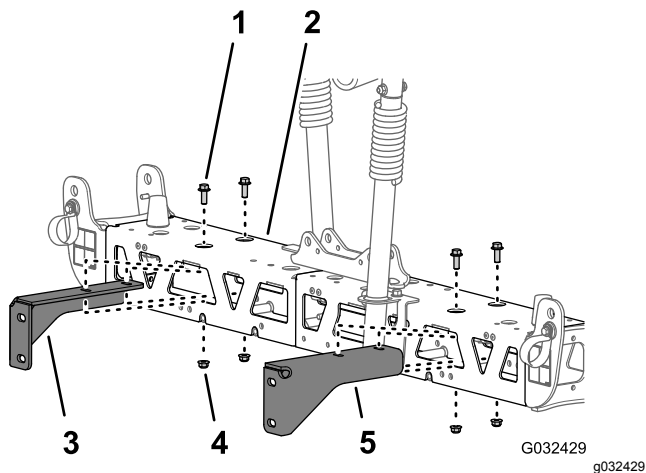

Figure 73
2. Retirez les 2 boulons à embase (3/8 x 1") et les 2 contre-écrous à embase (3/8") qui fixent le support à la section de rampe centrale, et déposez le support (Figure 73)
3. Retirez les 2 boulons à embase (3/8 x 1") et les 2 contre-écrous à embase (3/8") qui fixent l'autre support à la section de rampe centrale, et déposez le support (Figure 73)